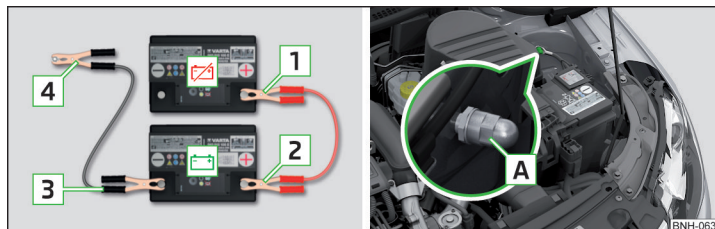

Fig. 171 Pornirea asistată: ⚡ - bateria descărcată, 🔋 - bateria furnizoare de curent/punctul de masă al motorului la sistem START-STOP
- La autovehiculele cu sistem START-STOP conectați clema [4] la punctul de masă al motorului [A] » fig. 171.